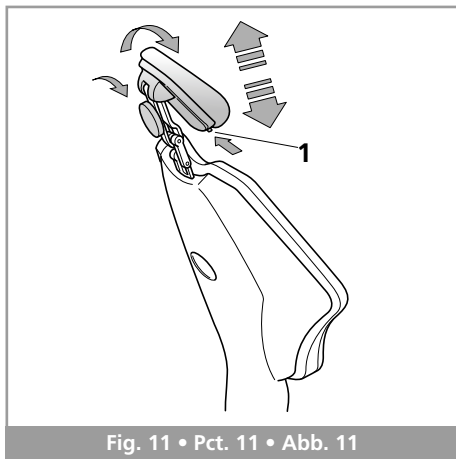

Fig. 11 • Pct. 11 • Abb. 11
- nel caso di poggiatesta **standard** (Fig. 11) ruotato in senso antiorario si sblocca, in senso orario si blocca;
- In the case of the **standard** head (Fig. 11) rest turned in anticlockwise sense, it will be unblocked; in clockwise sense it will be blocked;
- dans le cas de la tête **standard**, (Fig. 11) en la tournant dans le sens inverse des aiguilles d'une montre elle se bloque, dans le sens des aiguilles d'une montre elle se débloque;
- en caso de reposacabezas **estándar** (Fig. 11), gire la palanca en sentido levógiro para desbloquearlo y en sentido dextrógiro para bloquearlo;
- Die **Standard**-Kopfstütze (Fig. 11) durch Drehen gegen den Uhrzeigersinn lockern, durch Drehen im Uhrzeigersinn blockieren;